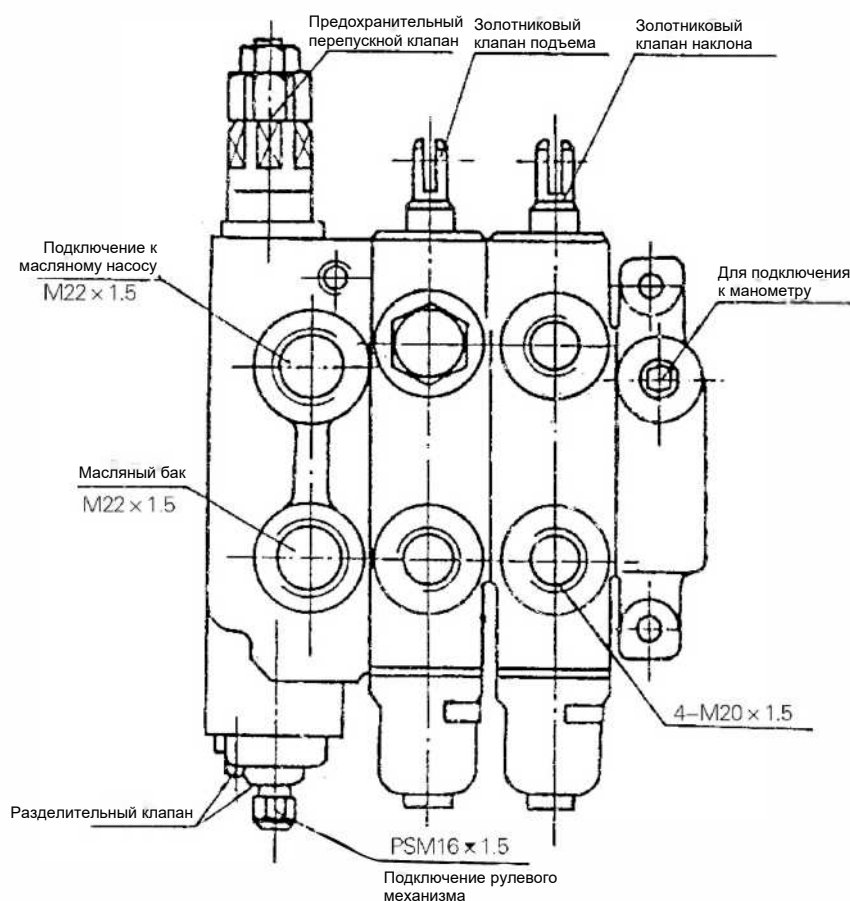

Рис. 9-1. Многоходовой клапан
9.3 Многоходовой клапан и разделительный клапан (рис. 9-1)